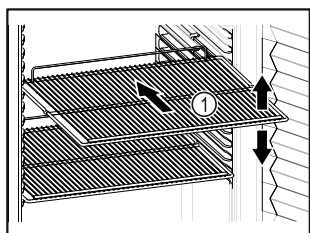

Fig. 53
- Wenn Abstellroste Fig. 53 (1) versetzbar sind, je nach Höhe anpassen.